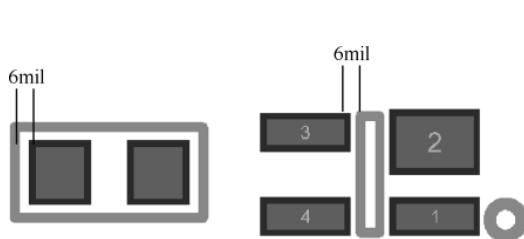

图 6-37 丝印与焊盘之间的间隙
(1) 元件丝印，一般默认字符线宽为 0.2032mm (8mil)，建议不小于 0.127mm (5mil)。
(2) 焊盘在元件体之内时，轮廓丝印应与元件体轮廓等大，或者丝印比元件体轮廓外扩 0.1~0.5mm，以保证丝印与焊盘之间保持 6mil 以上的间隙；焊盘在元件体之外时，轮廓丝印与焊盘之间保持 6mil 及以上的间隙，如图 6-37 所示。